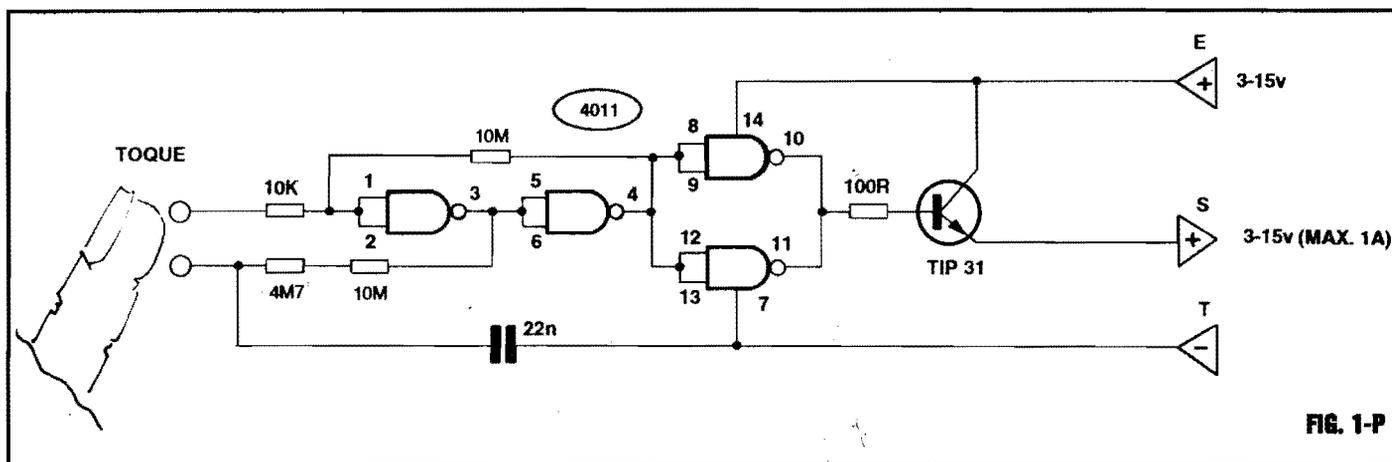

FIG. 1-P
- FIG. 1-P - O DIAGRAMA ESQUEMÁTICO DO CIRCUITO - No núcleo lógico do circuito, utilizamos os quatro **gates NAND** contidos num Integrado C.MOS 4011, comum e de baixo custo... Dois dos **gates** (os delimitados pelos pinos 1-2-3 e 4-5-6...) estão interligados como **simples inversores**, e como amplificadores poderosos de Corrente, em forma "cruzada" (já vimos estrutura parecida, no passado, quando estudamos o BIESTÁVEL com transistores bipolares comuns...), ou seja: a Entrada de um bloco ligada à Saída do outro, e vice-versa... A presença de um capacitor (22n) e da própria Resistência da pele do dedo do operador, forma, então, sobre o dito BIESTÁVEL, uma rede de realimentação de fase com *constante de tempo* de aproximadamente meio segundo, capaz de transformar o conjunto num verdadeiro ASTÁVEL... Isso quer dizer que,